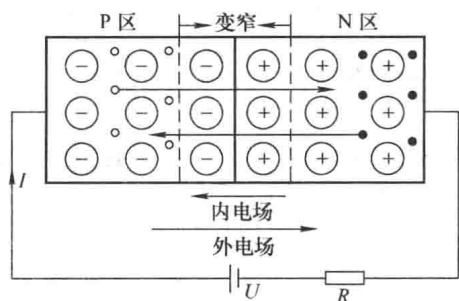

图 1-14 PN 结外加正向电压
1) PN 结外加正向电压 在 PN 结的 P 端接高电位, N 端接低电位,称 PN 结外加正向电压,又称 PN 结正向偏置,简称为正偏,如图 1-14 所示。外加电场与 PN 结形成的内电场方向相反, P 区的多子空穴(相当于正电荷)顺着外电场方向往中间运动,与 PN 结空间电荷区的负离子复合; N 区的自由电子(多子且为负电荷),逆着外电场方向也向中间靠拢,与 PN 结中的正离子复合,形成电中和,使得内电场的正负离子数都减少,耗尽层变窄,内电场被削弱。但空穴与正离子、电子与负离子均相互排斥,复合后剩下的正负离子数达到最少数量时,PN 结停止变窄,内电场达到最弱程度,形成导通压降(很小);多子在外电场作用下与空间电荷区的离子电中和产生的定向扩散运动,形成导通电流,导通方向就是多子空穴的运动方向。